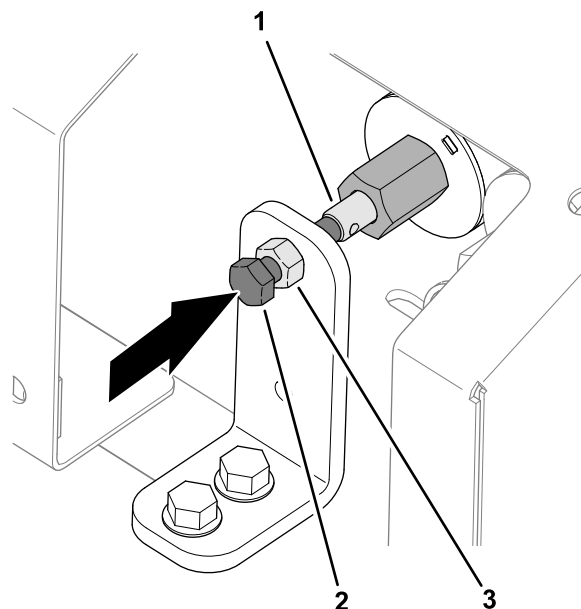

Рисунок 31
1. Ослабьте контргайку на кронштейне для перехода на ручное управление (Рисунок 31).
2. Поверните винт с шестигранной головкой, предназначенный для ручного управления клапаном, по часовой стрелке для увеличения скорости движения транспортера (Рисунок 31).